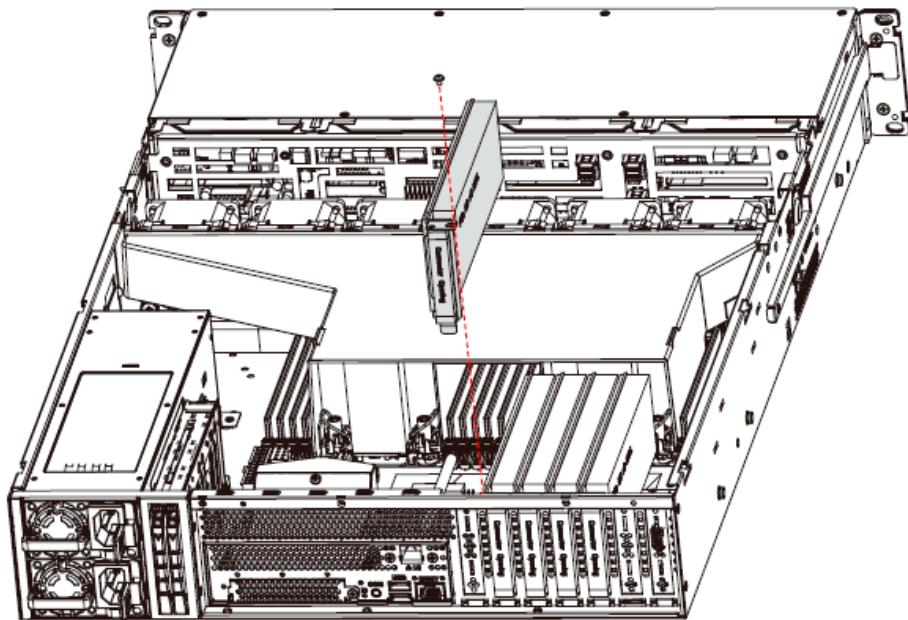

Рисунок 28 – Установка карты PCIe
- Выровняйте и вставьте карту с разъемом PCIe в соответствующий слот для карты (см. Рисунок 28).